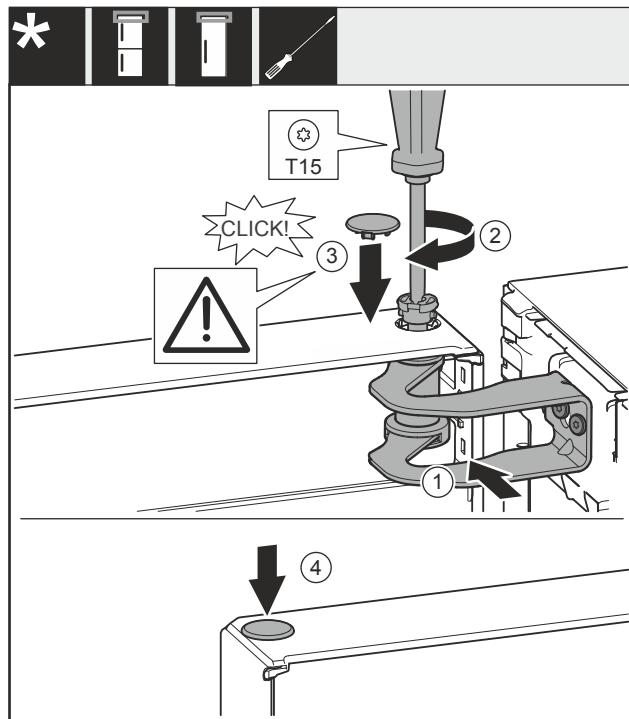

Fig. 23
- ▶ Dveře vyrovnejte s otvorem ve stojanu ložiska Fig. 23 (1).
- ▶ Vložte čep Fig. 23 (2) a pevně jej utáhněte šroubovákem.
- ▶ Nasadte kryt Fig. 23 (3).
- ▶ Zkontrolujte, zda kryt Fig. 23 (3) doléhá na dveře.
- ▶ Nasadte kryt Fig. 23 (4).